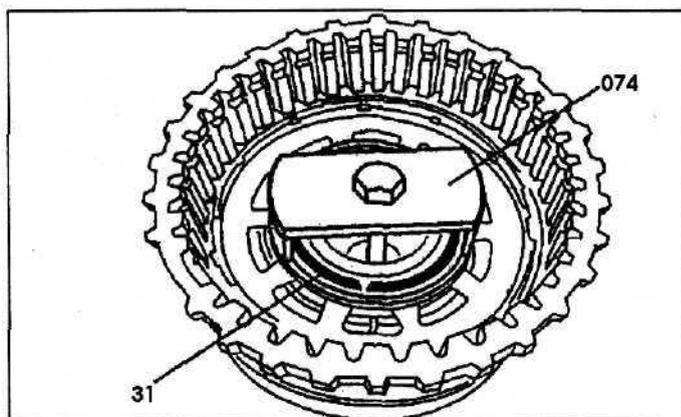
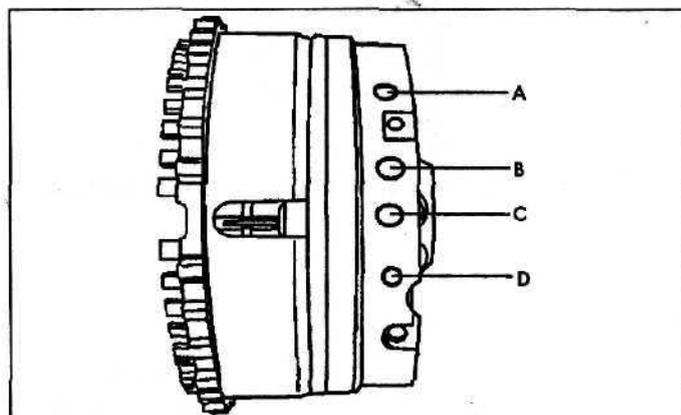

Рис. 64.
Рис. 66.
3. Для удаления стопорного кольца установите на тарельчатую пружину (29) приспособление (074) и затяните болт (рис. 64).
4. Удалите стопорное кольцо (31).
5. Удалите упругое кольцо (30) и тарельчатую пружину (29).
6. Удалите нажимное кольцо поршня (28) и поршень дискового тормоза В2 (27) из внешнего барабана (14а). Для этого следует подать сжатый воздух в отверстие D (рис. 66).
7. Вытащите нажимное кольцо (28) из поршня тормоза В2 (27).
8. Удалите направляющий поршень (32) из внешнего барабана тормоза В2 (14а). Для этого следует подать сжатый воздух в отверстие А (рис. 66).